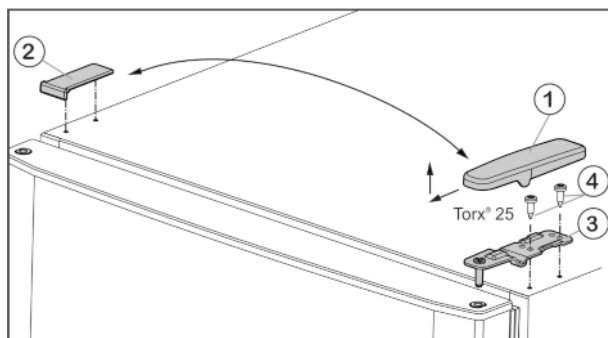
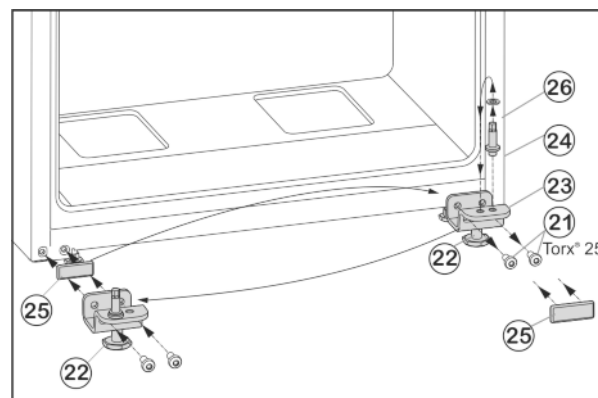

Fig. 5
Fig. 7
- ▶ Kryt Fig. 5 (1) stáhněte dopředu a nahoru.
- ▶ Kryt Fig. 5 (2) zvedněte.
- ▶ Horní stojan ložiska Fig. 5 (3) odšroubujte (2 krát Torx® 25) Fig. 5 (4) a stáhněte nahoru.
- ▶ Upevňovací šrouby Fig. 7 (21) odšroubujte.
- ▶ Vyjměte spodní stojan ložiska Fig. 7 (23) i s ložiskovým čepem Fig. 7 (24), podložkou Fig. 7 (26) a seřizovací nožkou Fig. 7 (22).
- ▶ Ložiskový čep Fig. 7 (24) kompletně odšroubujte i s podložkou Fig. 7 (26), přemístěte do protilehlého upínacího otvoru stojanu ložiska a opět přišroubujte.
- ▶ Krycí desku Fig. 7 (25) opatrně sejměte a přemístěte ji na protější stranu.
- ▶ Spodní stojan ložiska *Fig. 7 (23)* opět kompletně, i s ložiskovým čepem *Fig. 7 (24)*, podložkou *Fig. 7 (26)* a seřizovací nožkou *Fig. 7 (22)*, případně s pomocí akumulátorového šroubováku **silou (4 Nm)** našroubujte na nové straně závěsu dveří.
- ▶ Spodní dveře nasadíte shora na ložiskový čep *Fig. 7 (24)*.
- ▶ Prostřední stojan ložiska (13) otočený o 180° nasadíte do spodních dvířek a našroubujte jej pomocí upevňovacích šroubů (11) (2 x Torx® 25) pevně na novou stranu závěsu dveří (4 Nm).
- ▶ Opět nasadíte plastovou podložku (10).
- ▶ Horní dvířka usadíte na prostředním ložiskovém čepu (13).
- ▶ Horní stojan ložiska *Fig. 5 (3)* vložte na nové straně závěsu do dvířek.
- ▶ Horní stojan ložiska **pevně přišroubujte (4 Nm)** (2krát Torx® 25) *Fig. 5 (4)*. Popřípadě použijte akumulátorový šroubovák.
- ▶ Kryt *Fig. 5 (1)* na opačné straně zvenčí nasadíte a nechte zaklapnout.
- ▶ Kryt *Fig. 5 (2)* vždy na opačné straně shora nasadíte a nechte zaklapnout.
- ▶ Seřizovací nožku *Fig. 7 (22)* na spodním stojanu ložiska *Fig. 7 (23)* vytáčejte, až dosedne na zem.